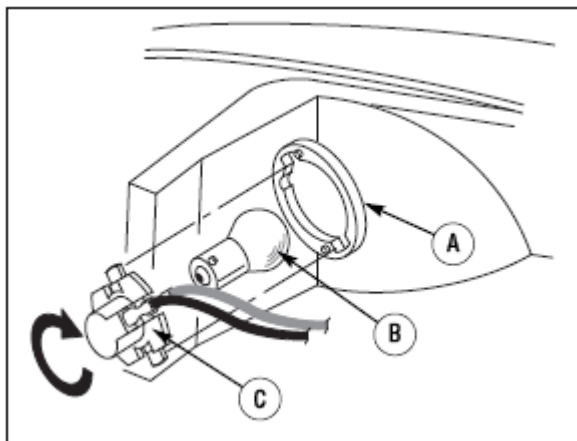

Рис. 44:
2. Поворачивайте патрон, пока его выступы не совпадут с выемками гнезда (рис. 44). Извлеките патрон. Поверните и извлеките лампу.